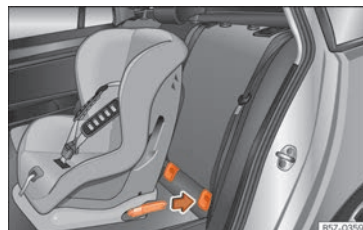

**Fig. 30** Asientos traseros: colocación del asiento para niños con sistema ISOFIX.
- Enganche el asiento para niños en las argollas de sujeción "ISOFIX" hasta que se encastre bien de un modo audible »» **fig. 30**. Si el asiento para niños dispone de anclaje Top Tether\*, conéctelo a la anilla respectiva »» **pág. 37**. Siga las instrucciones del fabricante.